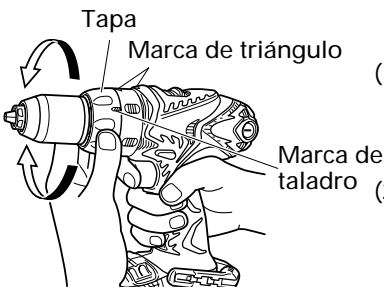

Fig. 24
9. Confirmar la posición de la cubierta (Ver la Fig. 24)
### (2) Indicación del par de apriete (Consulte la Fig. 24)
### (3) Ajuste del par de apriete (Consulte la Fig. 24)